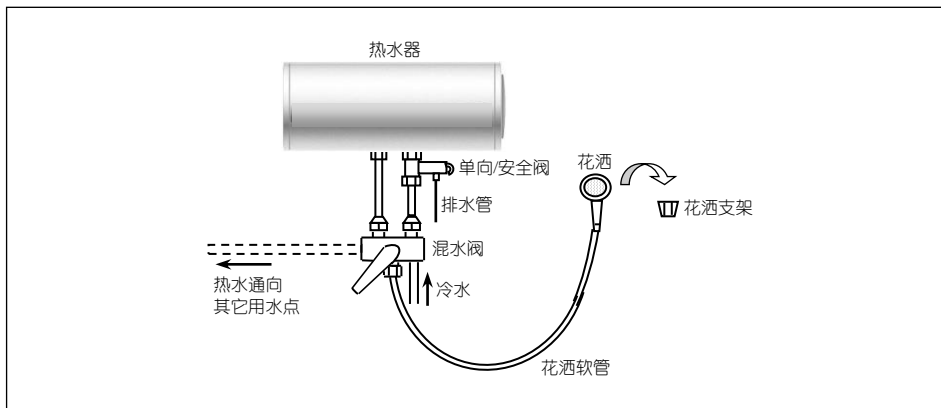

图 7 混水阀连接示意图
- ◆ 如果热水器主要为满足淋浴用水，可采用在热水器的冷热水口直接安装混水阀的连接方式，如图 7 所示。注意每个连接点的橡胶密封圈应正确安装，以防漏水。